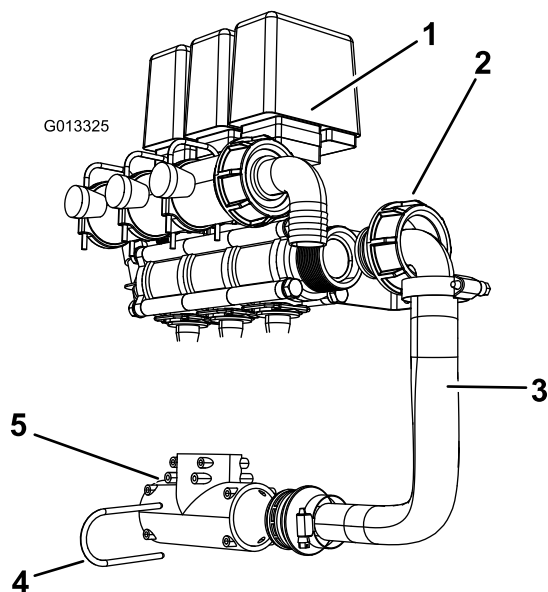

Figure 14
1. Desserrez l'écrou à oreilles qui fixe le flexible d'alimentation de la rampe au collecteur des vannes. Retirez l'étrier qui fixe l'autre extrémité du flexible au raccord en T et déposez le flexible. Coupez le flexible afin de pouvoir retirer l'écrou à oreilles. Conservez l'écrou à oreilles et l'étrier de fixation. Mettez le flexible et les raccords au rebut. (Figure 14).